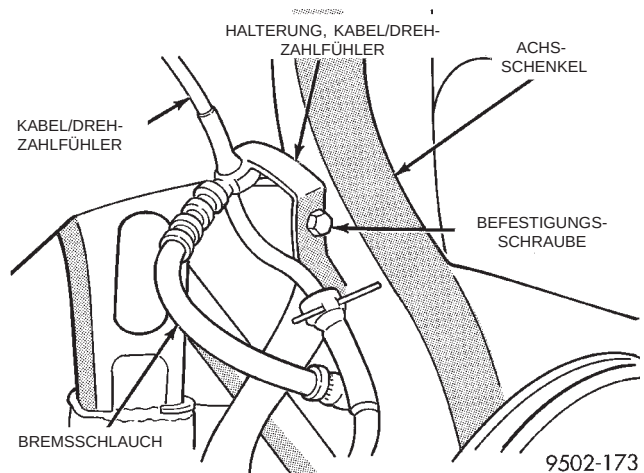

Abb. 46 Halterung des Kabels/Drehzahlfühler
- (11) Bei Fahrzeugen mit ABS die Halterung des Drehzahlfühlerkabels vom Achsschenkel lösen (Abb. 46).
(6) Bei Fahrzeugen mit ABS die Halterung des Drehzahlfühlerkabels am Achsschenkel anschrauben (Abb. 46) und die Schraube festziehen.